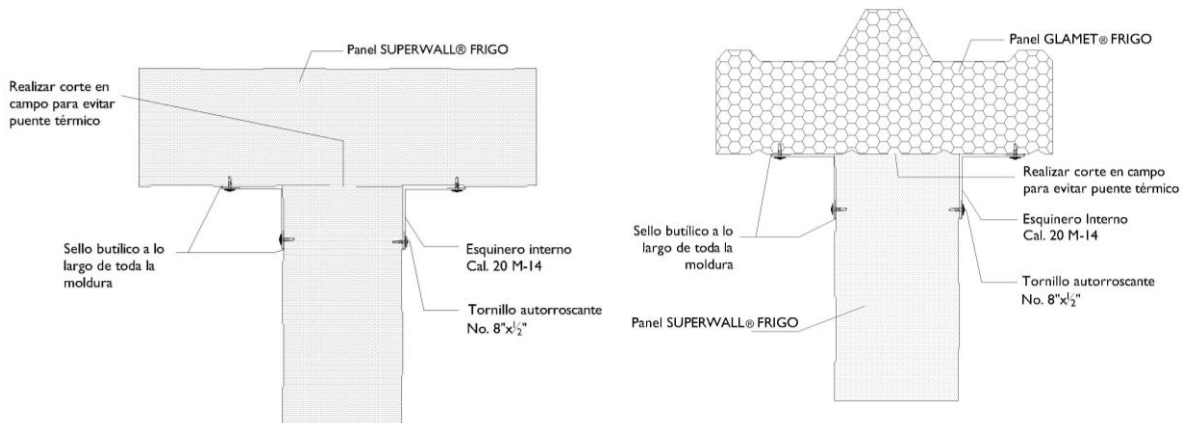

Fig. 11
**4.3.14** En la medida que vaya fijando tramos de muro instale los perfiles de remate para esquinas de muros y techos usando tornillos autorroscantes No. 8x1/2" y sellos de butilo y láminas especiales para barreras de vapor. (Fig. 11)